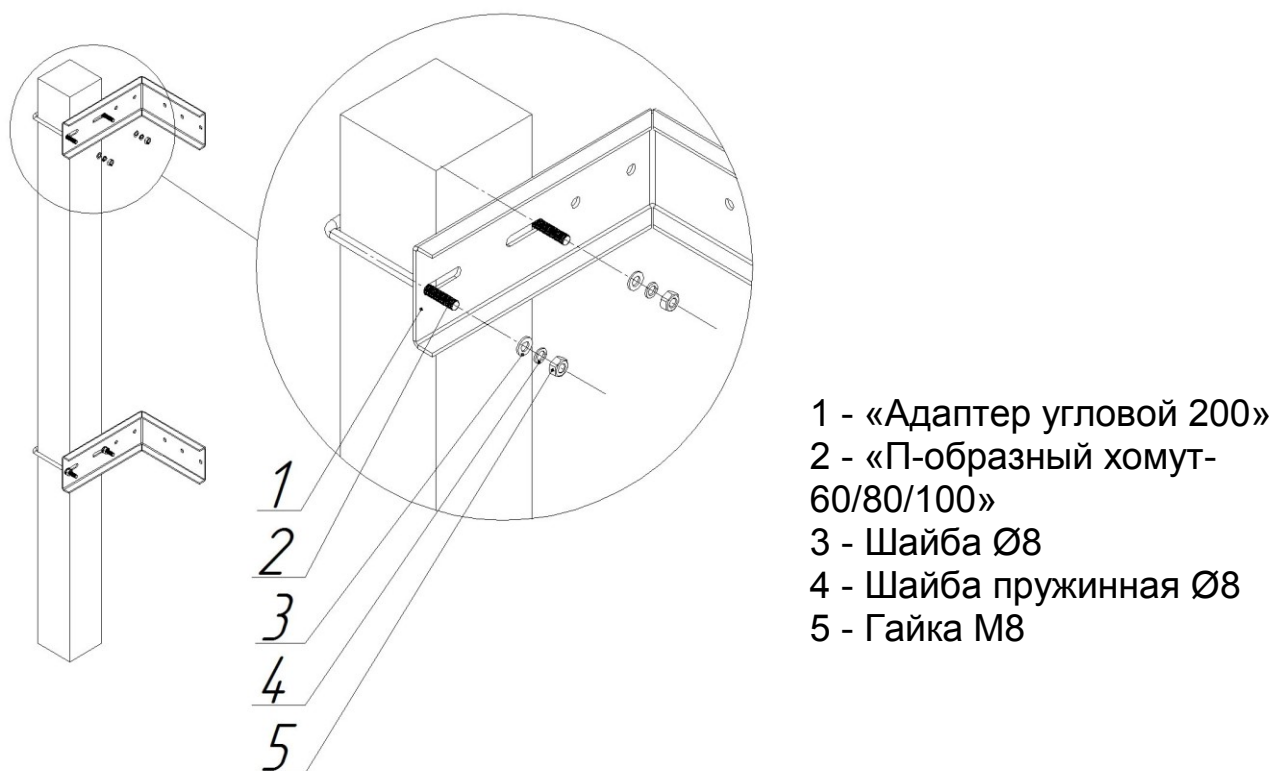

Рис.1. Монтаж адаптеров на опору ограждения с использованием элементов комплекта крепежа «Заря-К-У.КК»
4.4.1. Надежно закрепить адаптеры из комплекта «Заря-АК-У» (поз.1 рис. 1) на опоре ограждения или стене здания. Для монтажа опоры рекомендуется использовать комплект крепежа «Заря-К-У.КК» (поставляется опционально).